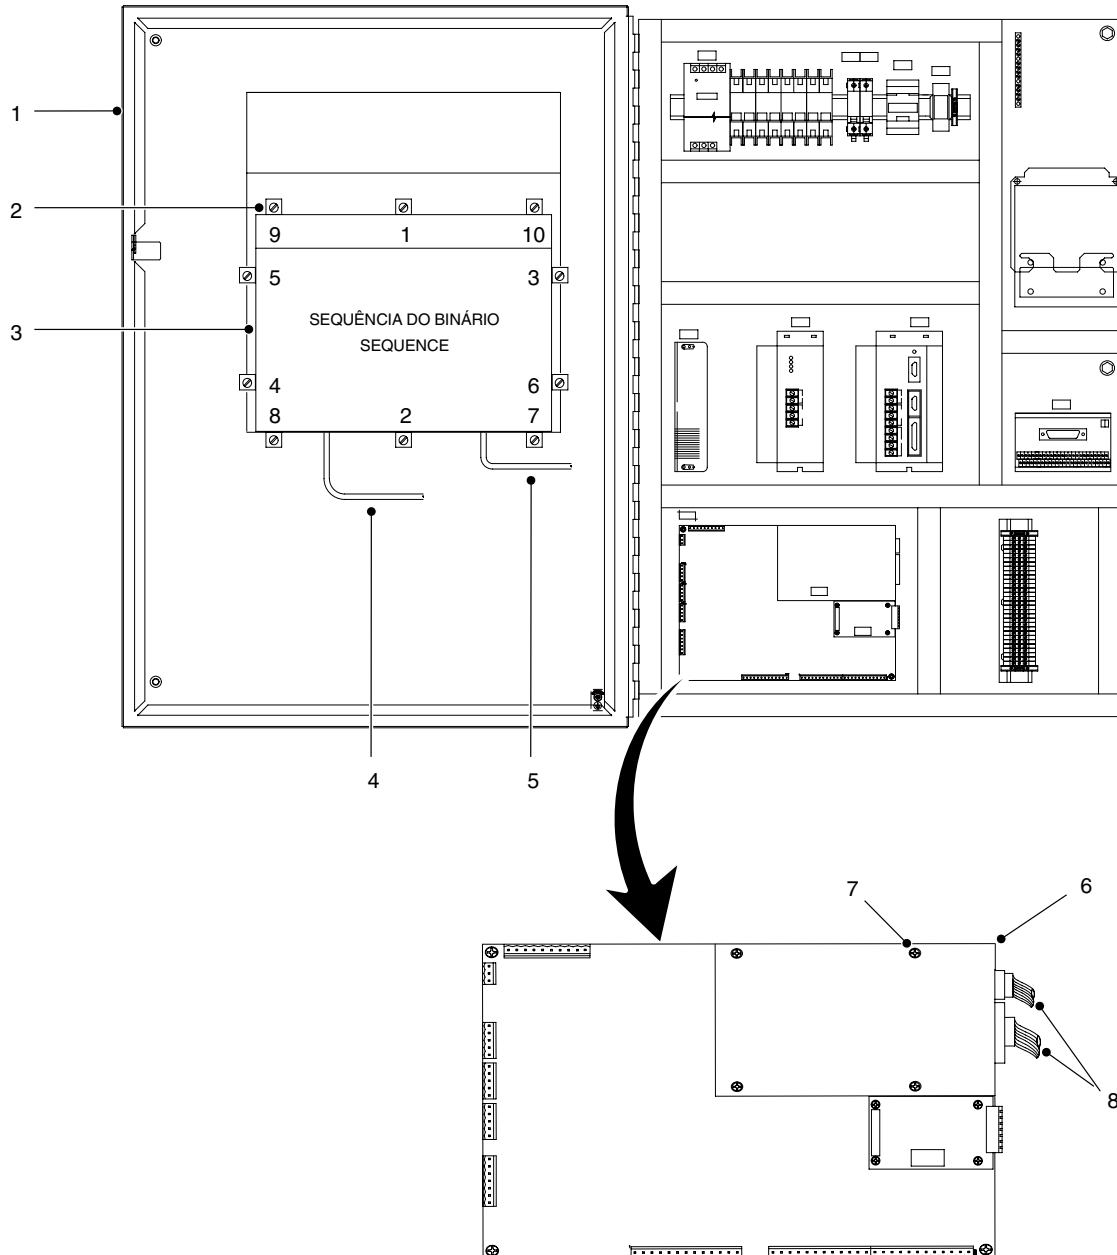

Figura 6 Reparações típicas
2. Consulte a figura 6. Abra a porta do quadro eléctrico (1).
3. Desligue, da interface do operador (3), os cabos de CA (4) e em série (5).
4. Retire os grampos de fixação (2) que fixam a interface do operador (3) à porta do quadro eléctrico (1). Retire a interface do operador da porta do quadro eléctrico (1).
5. Verifique se a junta de vedação da interface do operador (3) está posicionada correctamente.
6. Monte a nova interface do operador (3) na porta do quadro eléctrico (1).
7. Monte os grampos de fixação (2). Utilizando a sequência de aperto ilustrada na figura 6, aperte os grampos de fixação com 10 in.-lb (1,1 Nm).
8. Ligue os cabos de CA (4) e em série (5) à interface do operador (3).
9. Feche a porta do quadro eléctrico (1).
3. Desligue os conectores eléctricos (8) de PCA (6).
4. Retire os parafusos (7) de PCA (6).
5. Monte o novo PCA (6), utilizando os parafusos (7). Não aperte os parafusos demasiado.
6. Ligue os conectores eléctricos (8).
7. Feche a porta do quadro eléctrico (1).